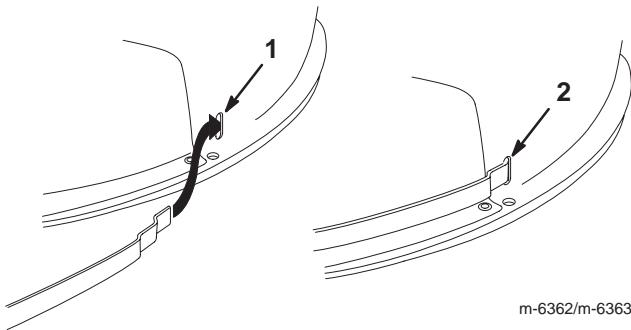

Figura 16
**Nota:** No retire las bridas de la carcasa del cortacésped. Si una brida se separa de la carcasa, introduzcala tal y como muestra la Figura 16.